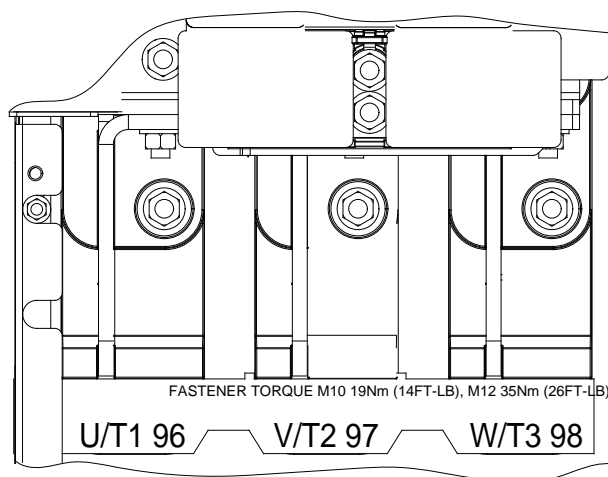

Рисунок 19: Клеммы подключения двигателя пер. тока (показан корпус E1h).
4. Подключите проводку трехфазного двигателя к клеммам 96 (U), 97 (V) и 98 (W). См. Рисунок 19.